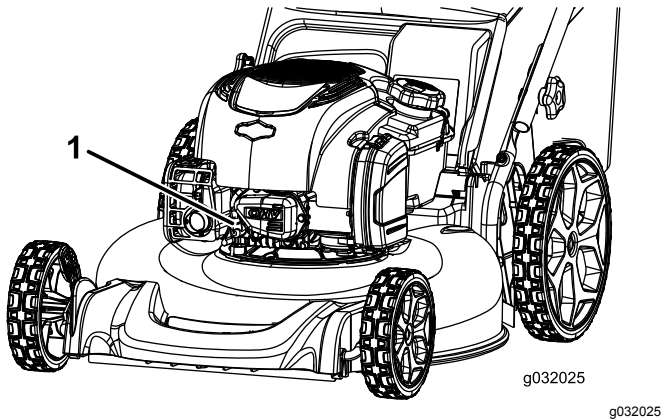

Рисунок 18
2. Отсоедините провод от свечи зажигания (Рисунок 18).